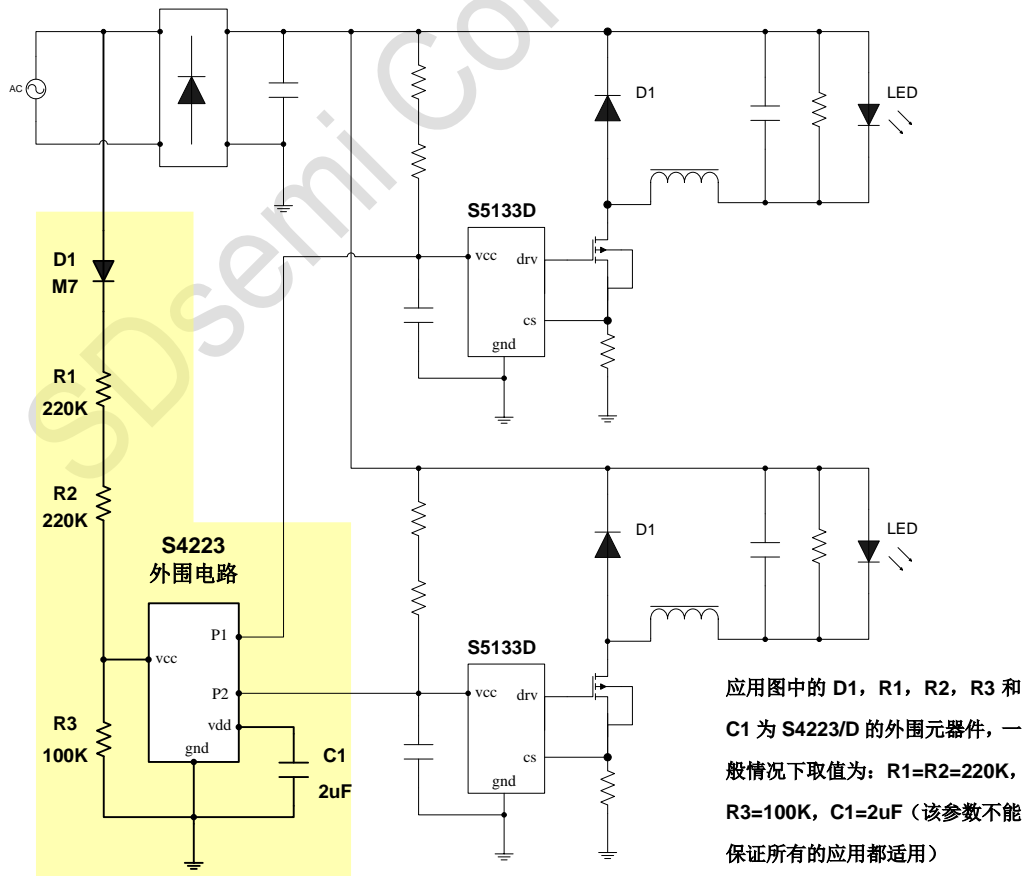

图1 S4223 典型应用图
如图 1 所示: S4223 的供电脚 VCC 通过电阻 R1, R2 和 D1 连接到 AC 的输入端中一极, S4223 的地线与恒流电源的地线相连。由于考虑到最高的交流电压和电阻的耐压, 如果该供电电阻使用的是贴片电阻建议两个串联。电阻 R3 为下拉电阻, 它的作用为滤除由于 LED 铝基板的感应漏电造成的虚拟电压。
2) 鉴于目前双电源开关调色温方案存在当 LED 铝基板感应漏电的情况时逻辑不正常的现象，**建议客户在设计时，必须模拟 LED 铝基板漏电的情况，并测试逻辑状态是否正常。** S4223 可以通过调节图 1 中的 R3 值消除漏电造成逻辑不正常的问题，对于该问题来说，R3 值越小越好，但是同时可能会造成芯片的供电不足，特别是交流电压低的时候。建议图 1 的中 R1 和 R2 取 220K，R3 取 100K，当需要在更低的交流输入的情况工作，可以把 R1，R2 和 R3 的值等比例减小。
4) 如图 1 所示：由于 S4223 直接从 AC 的输入端取电，考虑到耐压的问题，如果使用贴片电阻最好使用两个 1206 封装的电阻串联。S4223 的 VDD 管脚电压只有 5.6V 左右，所以对 VDD 电容的耐压没有要求。